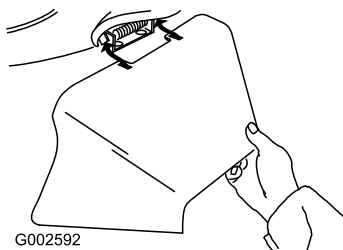

Figure 35
3. Montez l'éjecteur latéral et rabattez le volet sur l'éjecteur (Figure 35).